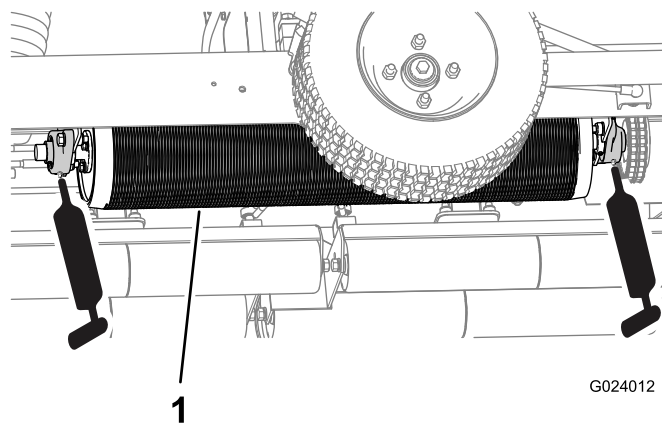
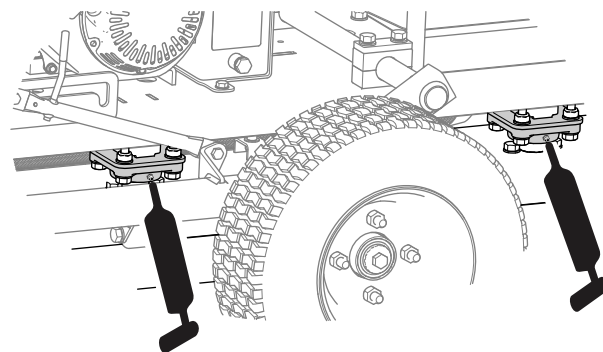

図 23
図 24
2. グリスポンプを使ってグリスを注入する 図 23 と 図 24 を参照。